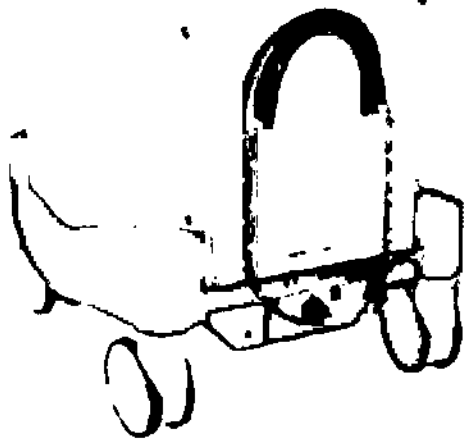

Ilustración 1-3: Cable de alimentación asegurado
3. Desenchufe el sistema Trima Accel y asegure el cable de alimentación, como se muestra en la Ilustración 1-3.